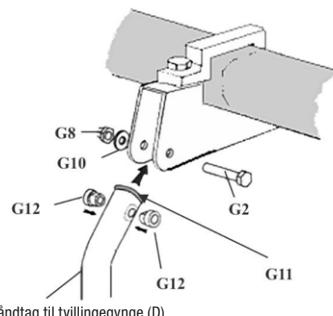

Fig 13
8. Tryk plastgennemføringerne (G11) i hver ende af håndtagene til tvillingegryngen (D). Tryk plastmufferne (G12) i på begge sider af håndtagene. Sæt derefter håndtagene i fastgørelsen og gør fast med 50 mm M8 6-kantsbolte (G2), M8 skiver (G10) og M8 kuppelmøtrikker (G8). Se fig. 13. Gentag monteringen for de andre håndtag.